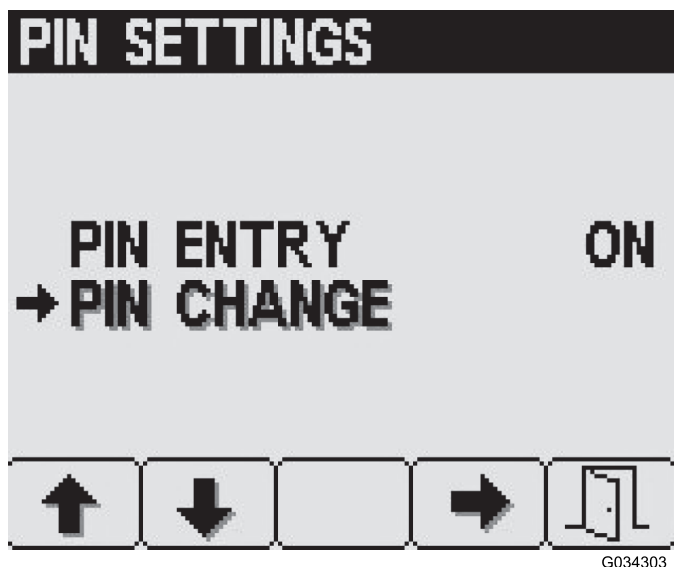

Figura 17
3. En la pantalla PIN Settings (Ajustes de PIN), pulse el botón 2 hasta que llegue a PIN Change (Cambio de PIN) y, a continuación, pulse el botón 4 para seleccionar PIN Change (Cambio de PIN) (Figura 17).